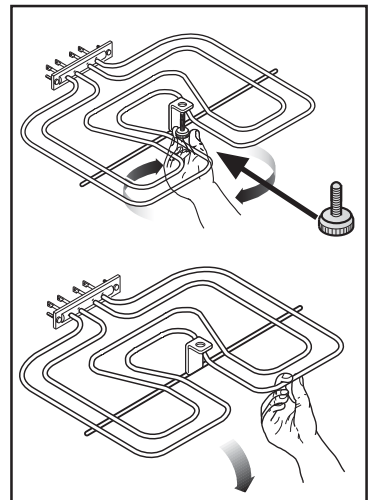

Abb. 7
- 1) Lösen Sie die Schraube, mit der das Grillelement fixiert ist (siehe Abb. 7). Wenn Sie dies zum ersten Mal tun, empfiehlt es sich, einen Schraubenzieher zu benutzen.
- 2) Ziehen Sie das Grillelement dann vorsichtig nach unten, so dass die Backofendecke zugänglich wird (siehe Abb. 7).